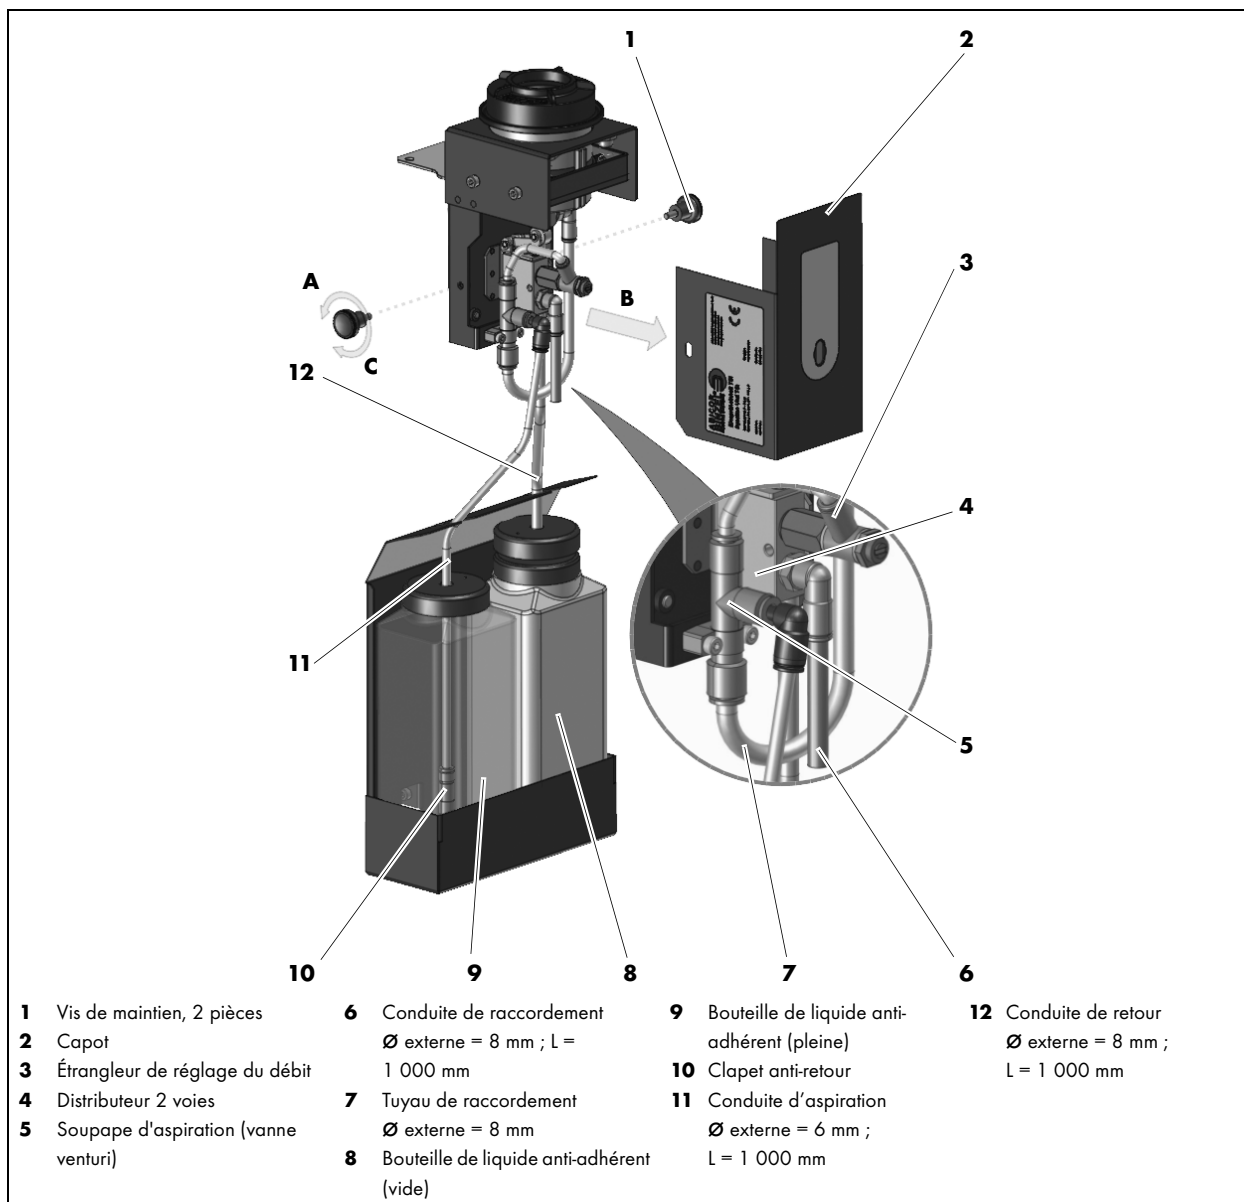

Fig. 6 Raccordement de la conduite d'air comprimé
<ul style="list-style-type: none"> • Vérifiez le fonctionnement de la conduite de retour (12) et démontez-la puis nettoyez-la à l'air comprimé si nécessaire. ⇒ Fig. 6 Raccordement de la conduite d'air comprimé à la page FR-12